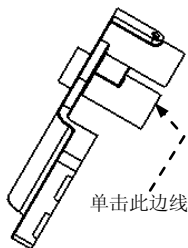

图 8.1.16 选取参照
(1) 在“绘图视图”对话框中，选取 **类别** 区域中的 **可见区域** 选项，在 **视图可见性** 下拉列表表中选取 **局部视图** 选项。
(2) 绘制局部视图的边界线。
① 在系统 **选取新的参照点**。单击“确定”完成。的提示下，单击图 8.1.16 所示的边线。